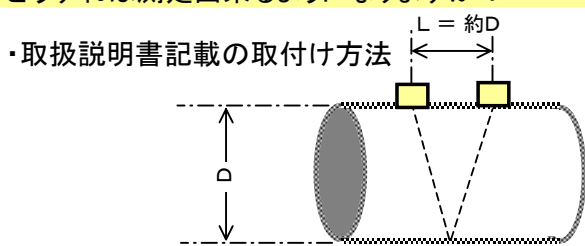
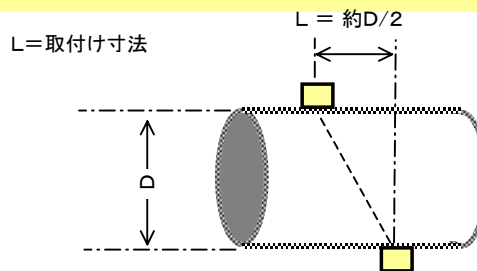

図9 V法
図10 Z法
- A4.** 図9および図10に記載されている取付寸法の“L”はセンサを取付ける場所がおよその程度必要です、という意味です。実際の取付け寸法は「サイト設定」画面の「配管設定」に外径寸法、厚さ、ライニングの有無等の測定条件を入力し、「サイト設定」画面の最下段に自動計算後表示される“取付け寸法”の値になります。